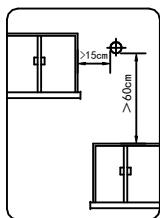

图4-8
(5) 排烟管出口必须设置在室外。热水器使用时, 排烟管出口可能有冷凝水滴落, 安装时应注意不要影响他人。排烟管出口距周围物体的间距如图4-8所示。
(6) 为便于维修, 烟道和墙孔之间不宜用水泥类材料填充。